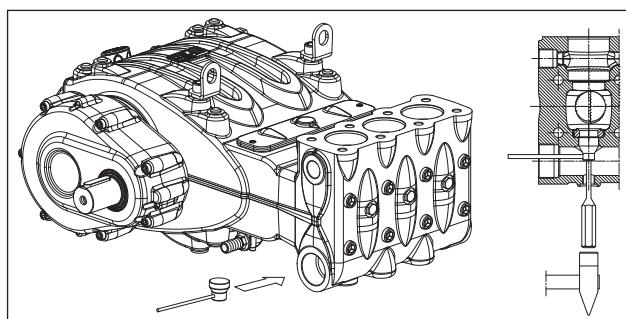

Fig. 104
Qualora l'estrazione del gruppo valvola di aspirazione risultasse particolarmente difficoltosa (ad es. per incrostazioni dovute ad un prolungato inutilizzo della pompa) utilizzare l'attrezzo estrattore cod. 27516200 (pos. ①, Fig. 104) ed agire come indicato.